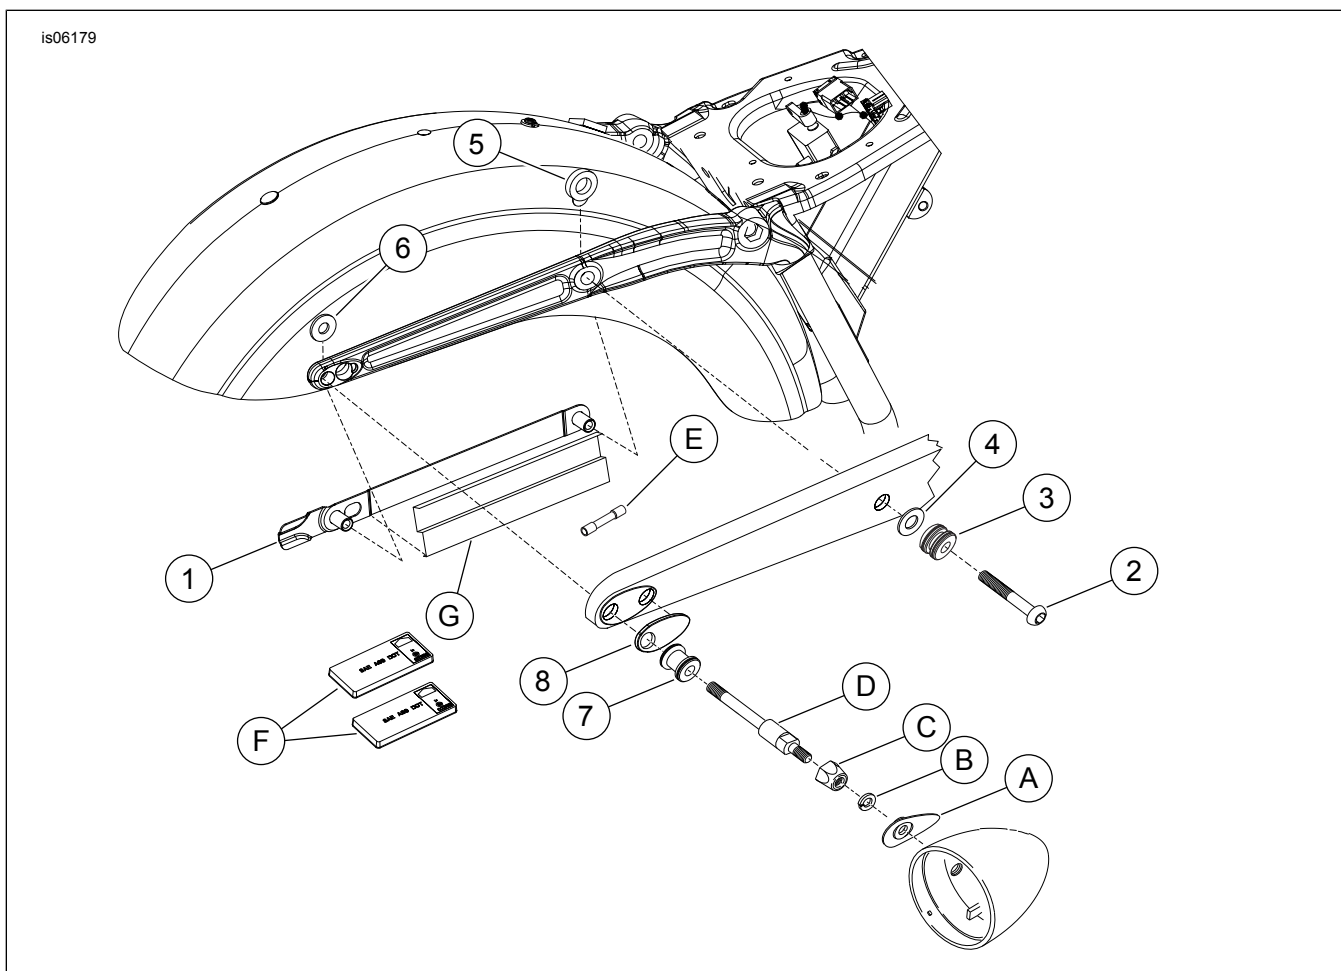

Figura 1. Piezas de servicio: Kit de elementos de sujeción de acoplamiento Dyna
Vea Figura 1 y Tabla 1.
1. Vea Figura 1 y Tabla 1. Quite la pieza de soporte del guardabarros del fabricante de equipo original, el canal de cables (G) y la señal de giro.
2. Coloque el lado plano del punto delantero de acoplamiento (3) en el tornillo (2) seguido por la arandela (4). El lado ahusado del punto de acoplamiento está hacia la cubierta del riel de la estructura. Quite la cubierta adhesiva del espaciador grande (5) y sujete el espaciador en el agujero de montaje en el riel de la estructura (entre el guardabarros y el riel de la estructura). Instale la nueva pieza de soporte de montaje del guardabarros (1) con el canal de cables (G) y apriete el tornillo con los dedos.